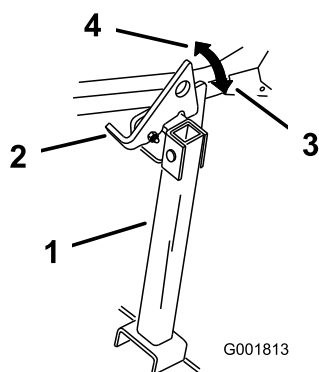

Figure 34
2. Relevez le verrou en position déverrouillée (Figure 34).